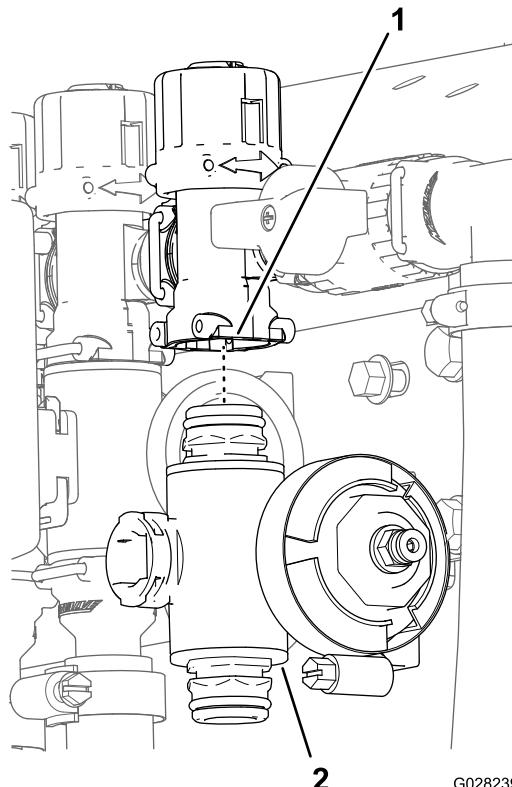

Bild 121
3. Entfernen Sie für die linken oder rechten Auslegerabschnittsventile die Bundkopfschrauben und Sicherungsbundmuttern, mit denen die Abschnittsventile an der Ventilhalterung befestigt sind. Entfernen Sie die Ventilverteiler für das mittlere Abschnittsventil von der Maschine; entfernen Sie den Abschnittsventilverteiler von der Maschine (Bild 121).